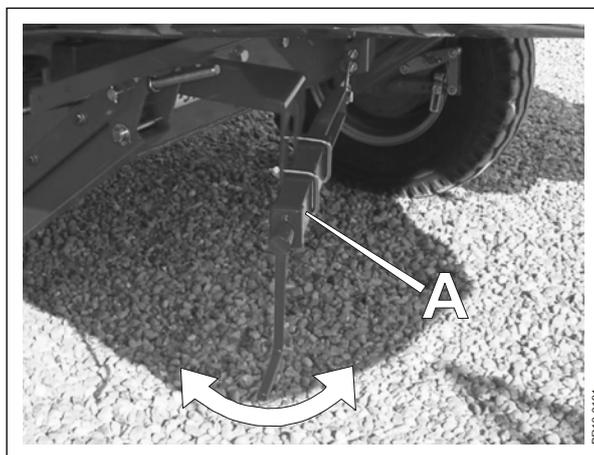

Abb. 3-6
- Abb. 3-6** 3) Falls die Maschine mit Handbremse **A** ausgerüstet ist, muss diese jetzt aktiviert werden.